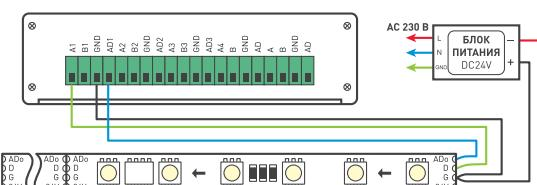

Рис. 1. Схема подключения светодиодной ленты.
- 3.3. Подключите общий провод и сигнальные провода от входа светодиодной ленты или гибкого неона к выходу контроллера GND, DATA и AD (Рисунок 1 и 2).